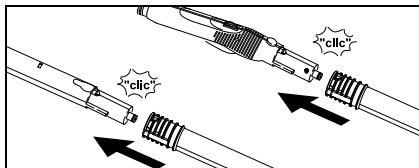

Fig. 7
- Benytt forlengerrøret (G1) etter behov. Ett eller begge forlengerrørene monteres på dampstolen (C1) (se fig. 7). Skyv det nødvendige tilbehøret (D1, E1, F1, H1) inn på den ledige enden på forlengerrøret.